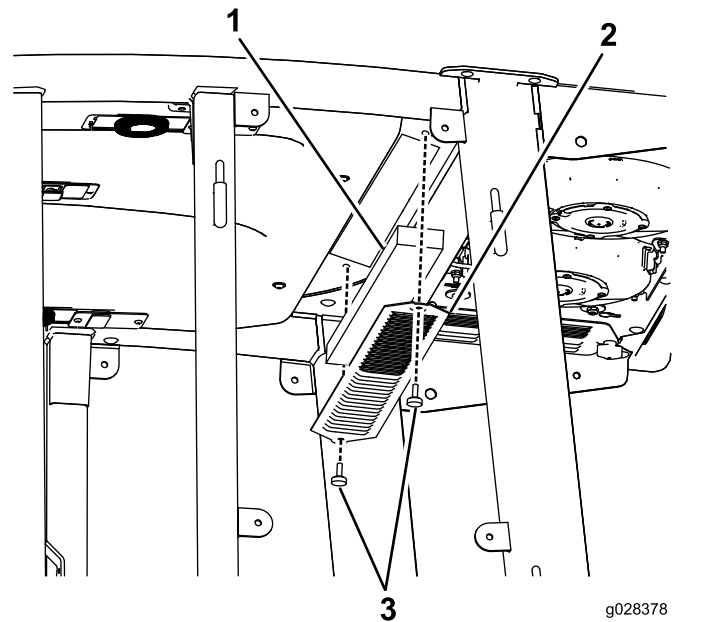
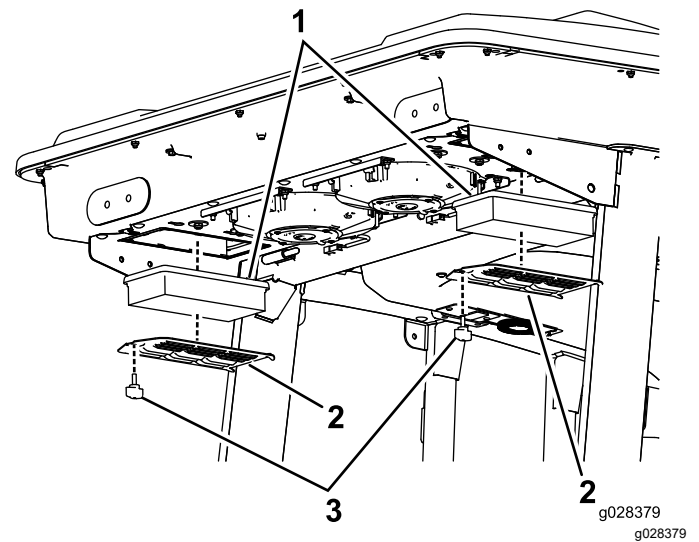
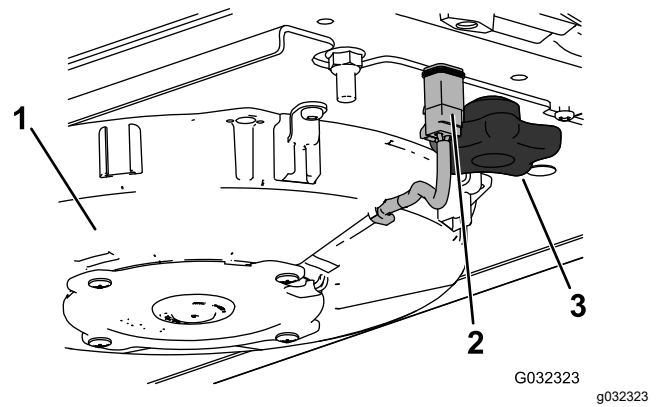
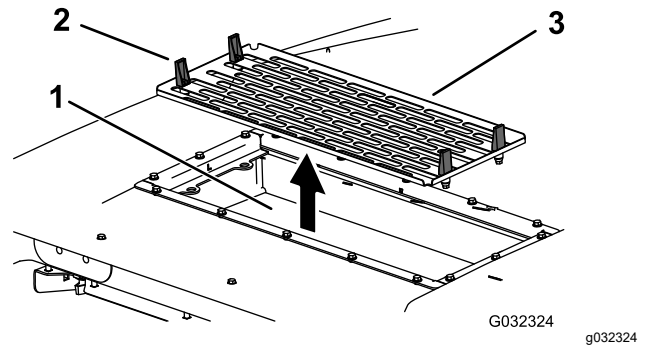

Bild 97
Bild 98
Bild 100
Bild 101
1. Nehmen Sie die Schrauben und Gitter von den internen und hinteren Kabinenluftfiltern ab (**Bild 97** und **Bild 98**).
4. Entfernen Sie die Luftfilter (siehe Bild 98).
6. Bauen Sie Luftfilter, Gitter und Klimaanlage wieder ein (Bild 98, Bild 100 und Bild 101).
7. Schließen Sie das Kabel jedes Lüfters an (Bild 100).